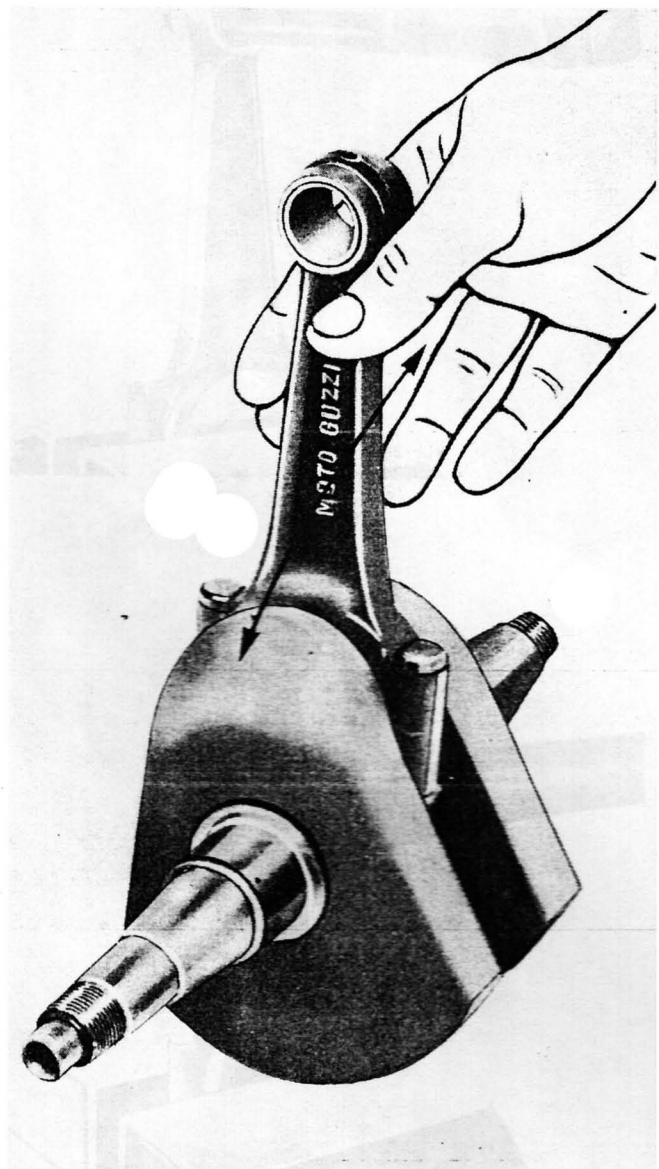

Fig. 45
- che il giuoco tra cuscinetto e perno deve essere di mm.  $0,011 \div 0,056$  (vedere fig. 45);